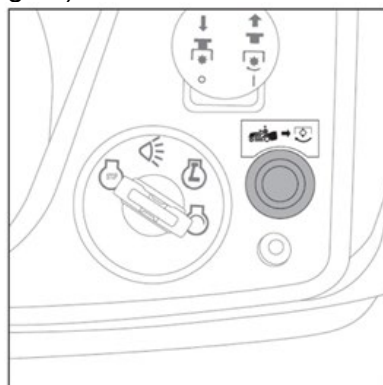

Fig.21
2. Premere il pulsante MIR. (Fig.21)